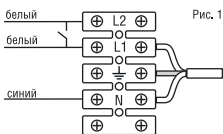

Рис. 1
- Ввести сетевые провода через отверстие в корпусе и подключить к клеммной колодке на панели в соответствии с указанной маркировкой клеммы L, N, \perp , как показано на Рис. 1. Желто-зеленый кабель присоединить к клемме, обозначенной знаком \perp . Заземление обеспечивается креплением клеммной колодки на зацеп. Клемма L2 предназначена для реализации вкл/выкл внешнего выключателя светильника. Проверить надежность электрических соединений.